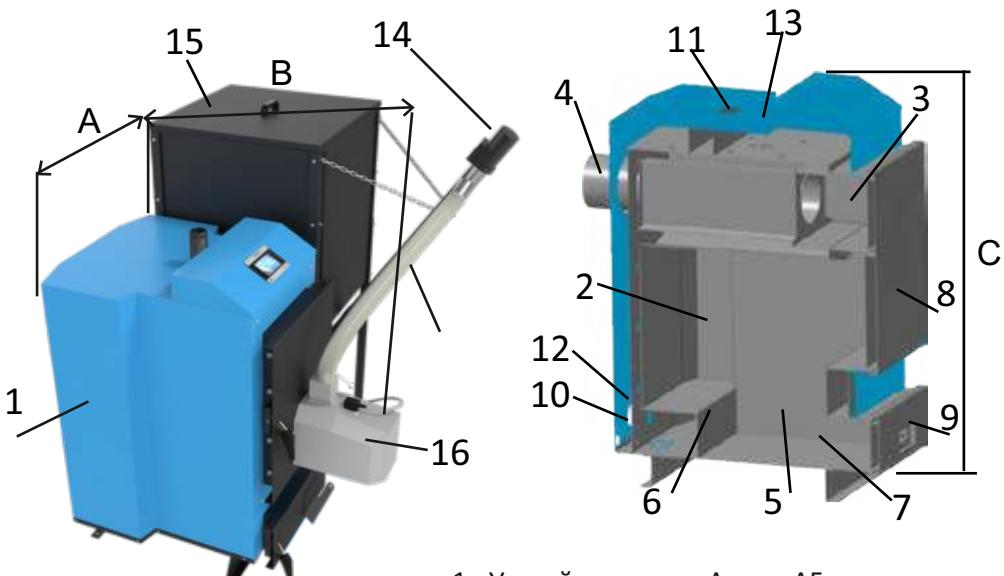

рис. 1 - Устройство котла Амтео АФ
4.1 Котёл (рис. 1) состоит из: корпуса (1), топки (2), газохода (3), дымохода (4). В нижней части топки устанавливаются колосники (опция, уточняйте в отделе сбыта) (5) на опоры (6) (опция), зольник (7). К передней стенке корпуса котла на оси присоединяются загрузочная дверца (8), дверца для обслуживания (9), патрубок обратного трубопровода (10), патрубок подающего трубопровода (11), патрубок для слива воды с котла (12), патрубок установки термодатчика (13), шнек подачи пеллет из бункера (14), бункер для пеллет (15) пеллетная горелка VENMA в сборе (16), гофра подачи пеллет (17)